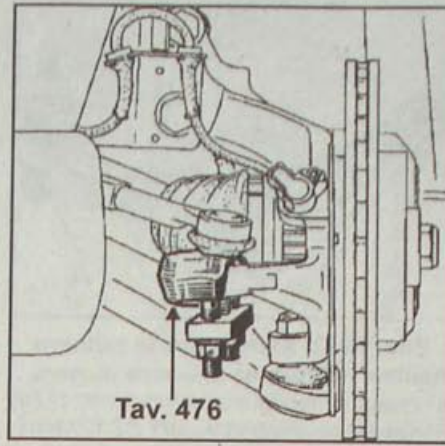

Рис. 10.7. Использование съемника TAV. 476 для отсоединения наконечника рулевой тяги от поворотного кулака
- Используя съемник Тав. 476 отсоедините от поворотного кулака наконечник рулевой тяги (рис. 10.7).